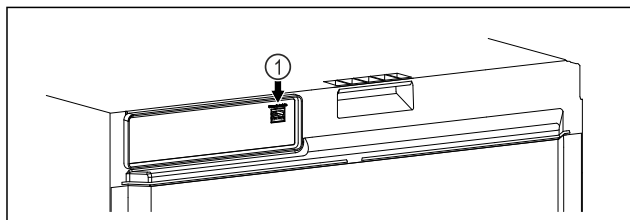

Fig. 116
- ❑ Le SmartModule Fig. 116 (1) est installé.